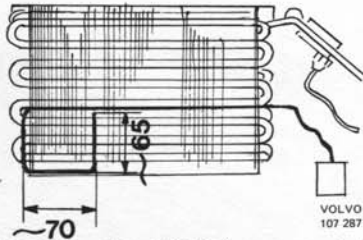

Abb. 37 Einschub des Fühlkörpers zwischen den Kühlrippen des Kältemittelverdampfers spät. Ausf.
5. Beim Einbau des Thermostaten auf dem neuen Verdampfer wird das freie Ende des Fühlkörpers zunächst durch die Führungslöcher in den Kühlrippen gefädelt, dann zu einer Schlinge gebogen und nach Maßgabe von Abb. 37 zwischen den Kühlrippen eingedrückt.